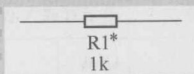

图 1-3 示意图
(1) 认识电路符号。符号中表现出电阻器有两根引脚，而且没有极性之分。
(2) 了解R含义。R是英文Resistor的缩写，在电路图中表示电阻器。
(3) 掌握编号意义。电路中的电阻器很多，用数字进行编号，以方便寻找。
(4) 识别标称阻值。电路图表示出该电阻器的阻值大小，有益于识图和检修。有时阻值标注采用省略的表示方式，如10k表示该电阻器阻值为10kΩ。
(5) 理出系统编组。整机电路复杂时，R前加系统电路编号，以方便寻找相应电阻。
(6) 编号有规律。电路图中的编号从上到下、从左向右编排，要记住这一规律。
(7) 如果某电阻器电路符号上带有“*”，如图1-3所示，则说明该电阻器阻值在电路中允许有一定范围内的大小改变。